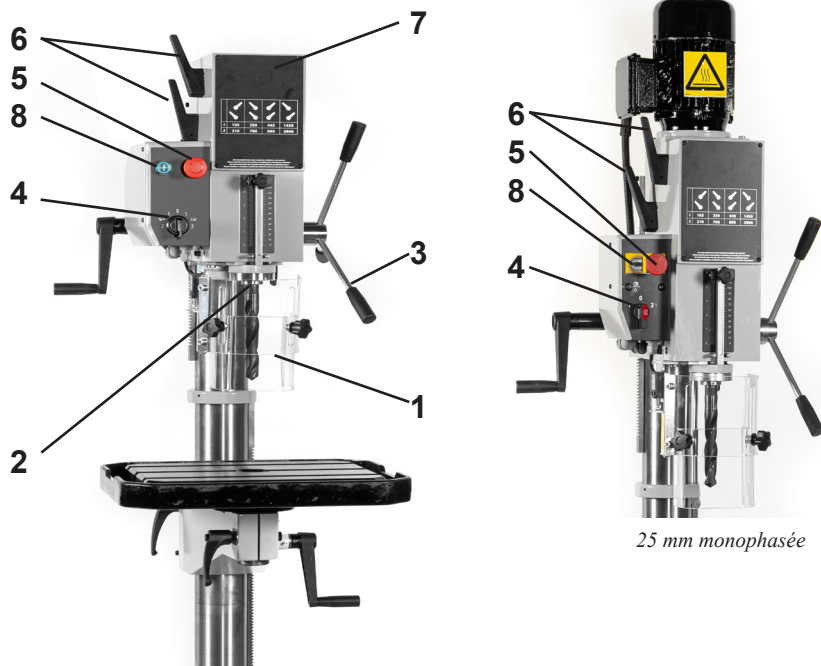

Figure 6 - Tête de broche
L'emplacement du bouton d'arrêt d'urgence (5) de la machine est présenté en figure 6. L'arrêt d'urgence doit être utilisé en cas de danger afin d'arrêter la machine le plus rapidement possible.